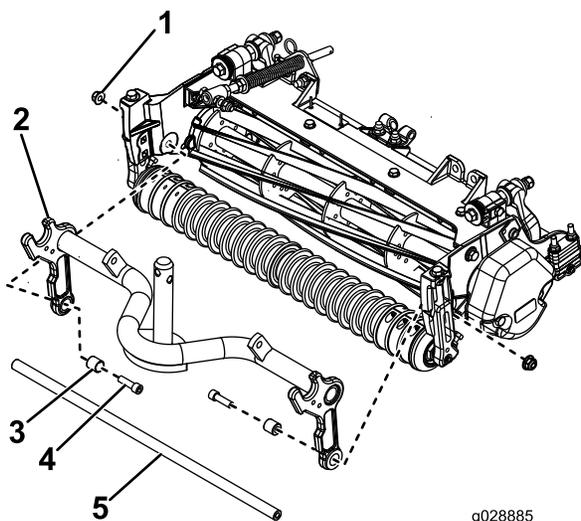

Figura 9
1. Sfilate i 2 bulloni a testa flangiata che fissano il tubo di supporto e il telaio portante dell'apparato di taglio sulle piastre laterali dell'apparato di taglio stesso (Figura 9). Non estraete completamente i bulloni dal telaio portante. Rimozione del tubo di supporto.
- Fissate il telaio portante alle piastre laterali dell'apparato di taglio utilizzando 2 distanziali, 2 bulloni (3/8" x 1¼") e 2 dadi di bloccaggio flangiati (3/8"); fate riferimento a Figura 9.